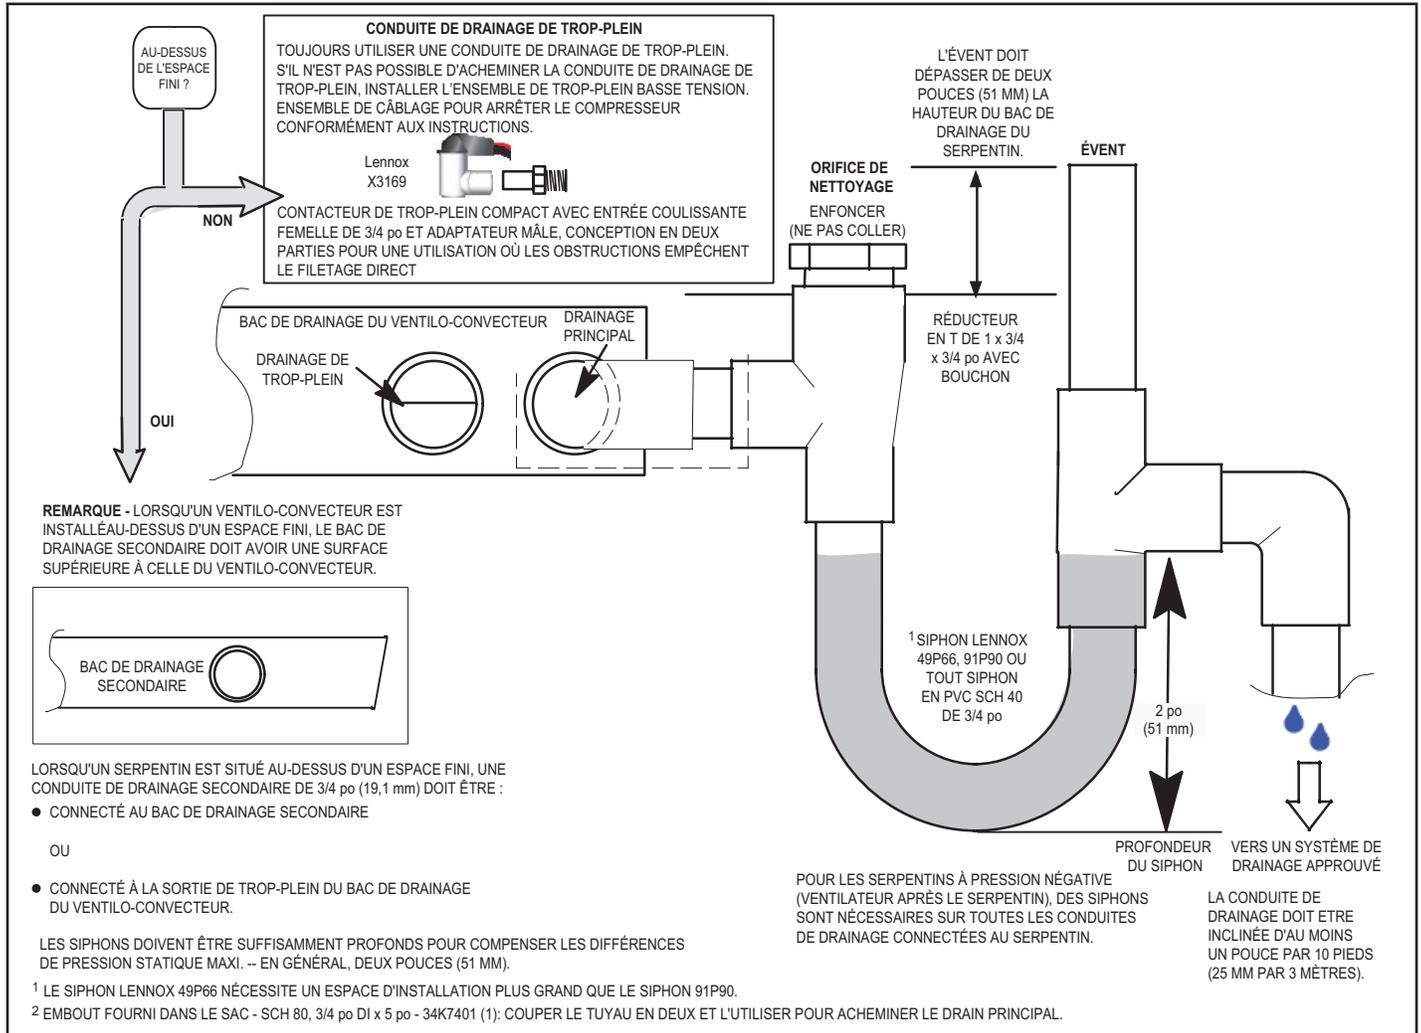

FIGURE 6. Drain principal et drain de trop-plein types
- 6 - Installez un siphon de 2 po sur les conduites de drainage principales (primaires) aussi près que possible de l'unité (figure 6). Assurez-vous que la partie supérieure du siphon se trouve sous la connexion au bac de drainage pour permettre un drainage complet du bac.
REMARQUE - Les conduits horizontaux doivent être équipés d'un évent anti-siphon (tube vertical) installé en amont du conduit horizontal. Voir Figure 6. Un tronçon horizontal extrêmement long peut nécessiter une conduite de drainage surdimensionnée pour éliminer les blocages.